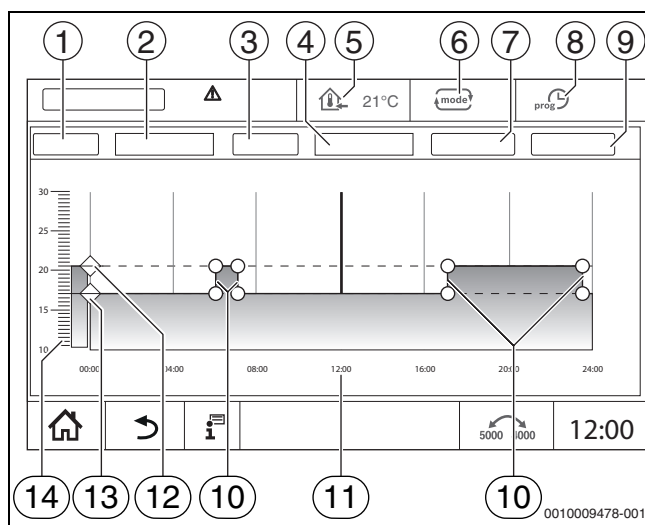

Bild 26 Zeitprogramm
- Symbol antippen, halten und auf die entsprechende Temperatur ziehen (→ Bild 26, [15], Seite 24).
- Symbol antippen und aus der Auswahlliste den Wochentag (→ Bild 26, [2], Seite 24) und das gewünschte Programm (→ Bild 26, [4], Seite 24) wählen.